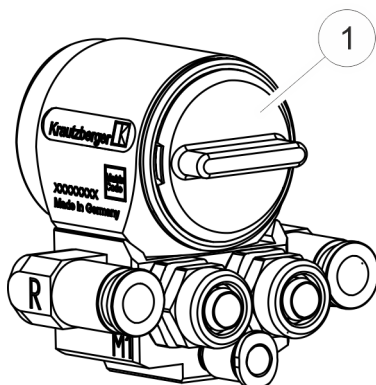

Fig. 14: Posizionamento del tappo di copertura
10. ➔ Ricollocare il tappo di copertura (Fig. 14/1).